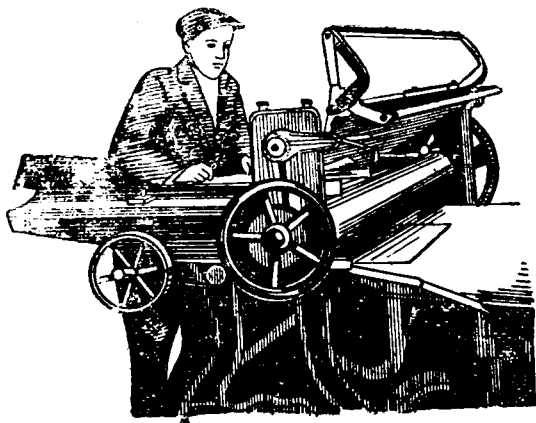

Рис. 9. Универсальная картонорезальная машина
**Крейшер.** Листы картона можно раскраивать также на универсальной картонорезальной машине крейшер (рис. 9).